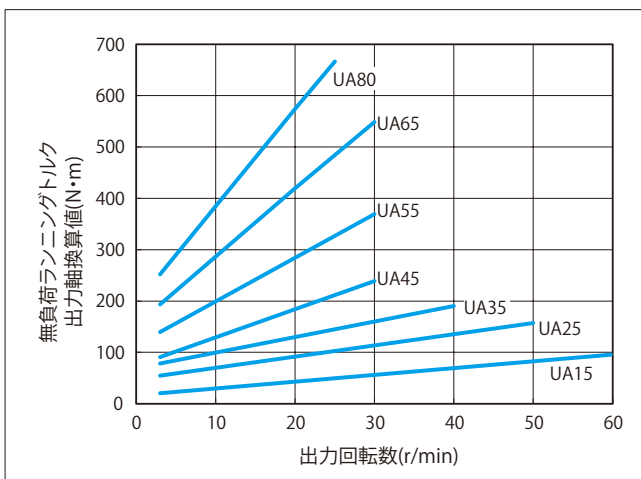

図 13 無負荷ランニングトルク値
- ・図 13 はナラシ運転後の平均値です。
注) 図 13 は、無負荷ランニングトルクの出力軸換算値を示しておりますので、下式により入力軸の値に換算してください。